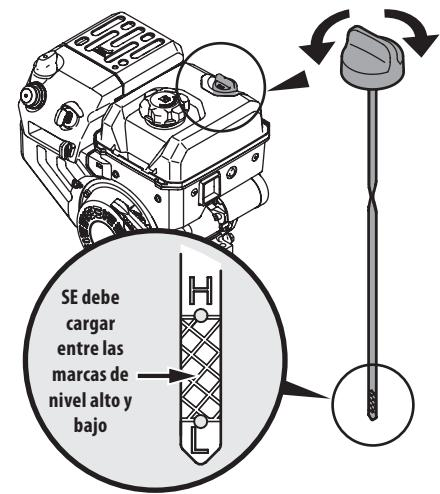

Figura 3-2
- Mantenga el nivel de aceite entre las marcas "F (lleno)" y "L (agregar)" de la varilla de medición del nivel. Vea la "Figura 3-2".
- 1. Retire el tapón de llenado/varilla de medición de aceite y limpie bien la varilla. Vea la "Figura 3-2".
- 3. Saque el tapón / la varilla de medición de aceite. Si el nivel es bajo, agregue lentamente aceite hasta que el nivel registrado esté en un punto intermedio entre alto (H) y bajo (L), "Figura 3-2".